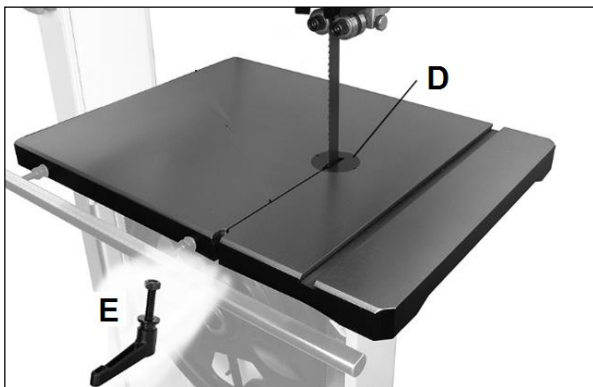

Abb. 29
Den Tischeinsatz (D, Abb. 29) und die Schlitzkurbelbaugruppe (E) ausbauen.